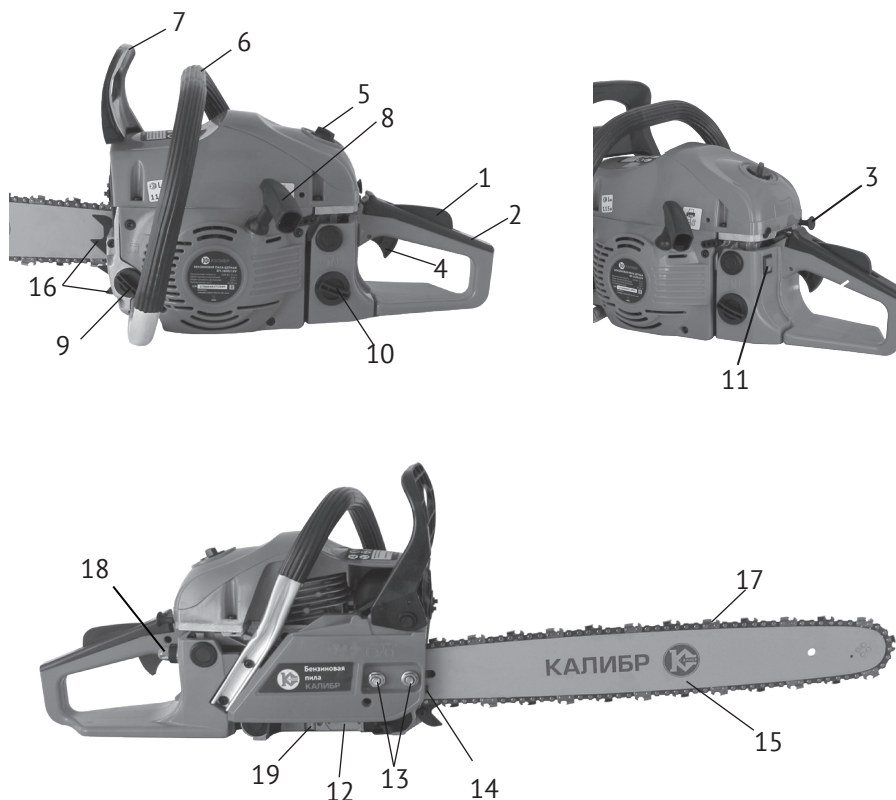

рис.1
Бензопила – инструмент, использующий в качестве привода одноцилиндровый двухтактный бензиновый двигатель внутреннего сгорания. Рабочим органом пилы является пильный аппарат, состоящий из бесконечной (замкнутой) пильной цепи (рис.1 поз.17), движущийся по шине (рис.1 поз.15).
тановым числом не менее 92 и специального масла для 2-тактных двигателей. Он оснащён диафрагменным карбюратором и электронной системой зажигания. Для запуска двигателя служит ручной стартёр (рис.1 поз.8) и ручной насос (праймер, рис.1 поз.18) для предварительной подкачки топлива в карбюратор.
Ведущая звёздочка приводится в движение автоматической муфтой сцепления. На холостых оборотах зацепление не происходит, и пильная цепь не движется. Увеличиваем обороты двигателя до рабочих нажатием на рычаг управления дросселем (рис.1 поз.4). При этом колодки муфты сцепления расходятся и входят в зацепление с барабаном. Вращение начинает передаваться на приводную звёздочку пильной цепи. После отключения рычага управления дросселем, обороты двигателя снижаются до холостого хода (около 3000 ±150 об/мин), цепь автоматически останавливается. Остановка цепи также осуществляется механическим тормозом двойного действия: вручную, нажав левой рукой на щиток тормоза (рис.1 поз.7) от себя, или при срабатывании автоматического инерционного привода (при отскоке, защемлении цепи).
Две рукоятки пилы – передняя (рис.1 поз.6) и задняя (рис.1 поз.2) оснащены устройством виброгашения.
2.4 Общий вид бензопилы представлен на рис.1
2.5.1 Установка зубчатого упора (рис.1 поз.16)
Перед монтажом зубчатого упора убедитесь, что переключатель зажигания (рис.1 поз.11) находится в положении «0» - выключено.
- открутите с помощью комбинированного ключа гайки (рис.1 поз.13) крепления шины и снимите тормоз цепи в сборе;
- установите зубчатый упор (рис.1 поз.16) (зубьями вверх) и зафиксируйте двумя винтами (см.рис.).
- Ослабьте с помощью комбинированного ключа и снимите с пилы гайки (рис.1 поз.13)
- При снятом тормозе цепи, установите шину (рис.1 поз.15) на крепёжные шпильки в крайнее заднее положение.
- Пильную цепь (рис.1 поз.17) наденьте на ведущую звёздочку, расположенную за барабаном сцепления. Уложите верхнюю часть цепи в паз шины, пропустите цепь между зубцами ведомой звёздочки на переднем конце шины. Потяните шину вперёд так, чтобы нижняя часть цепи «села» в паз шины. Проверьте, чтобы направление зуба цепи совпадало с направлением, указанным на корпусе. Убедитесь, что тормоз цепи находится в выключенном положении.
- Удерживая шину с цепью, установите тормоз цепи на крепёжные шпильки, так чтобы сухарь винта натяжителя цепи (рис.1 поз.14) попал в регулировочное отверстие хвостовика шины.
- Затяните гайками (рис.1 поз.13) шину и тормоз цепи вручную.
Внимание! Перед регулировкой натяжения цепи убедитесь, что гайки крепления шины (рис.1 поз.13) немного ослаблены.
Регулировка натяжения цепи производится винтом (рис.1 поз.14) при ослабленных гайках крепления шины:
- открутите пробку масляного бака (рис.1 поз.9);
Расход масла для смазки цепи регулируется винтом (рис.1 поз.19). При повороте винта по часовой стрелке расход масла уменьшается, при повороте против часовой стрелки – увеличивается (символы MAX и MIN на корпусе).
- установите переключатель зажигания (рис.1 поз.11) в положение «I» - включено;
- несколько раз медленно нажмите на колпачок праймера (рис.1 поз.18) для подкачки топлива, пока смесь не заполнит резиновый колпачок кнопки;
- вытяните до упора кнопку воздушной заслонки (рис.1 поз.3) из корпуса бензопилы;
- нажмите последовательно рычаг безопасности (рис.1 поз.1) и рычаг управления дросселем (рис.1 поз.4);
- правой рукой за рукоятку стартера (рис.1 поз.8) сделайте несколько коротких рывков шнура стартера до первых признаков запуска двигателя (схватывание);
- при необходимости, несколько раз медленно нажмите на колпачок праймера (рис.1 поз.18) для подкачки топлива, пока смесь не заполнит резиновый колпачок кнопки;
- вытяните до упора кнопку воздушной заслонки (рис.1 поз.3) из корпуса бензопилы, затем задвиньте полностью обратно (заслонка заняла пусковое положение);
- выкрутить свечу зажигания, которая находится под крышкой (рис.1 поз.5) воздушного фильтра;